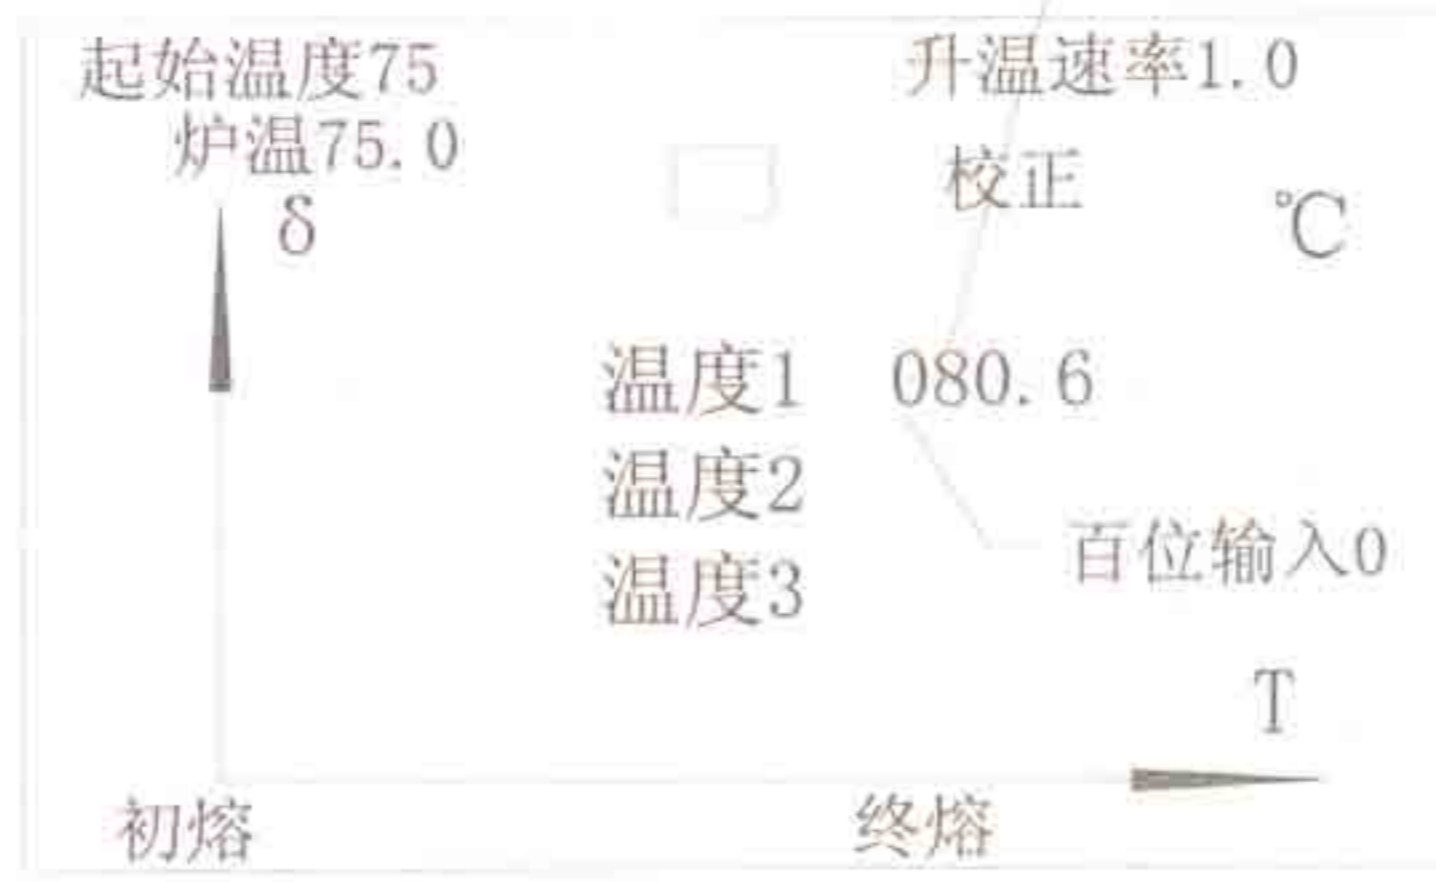

图 10
③ 1 点校正 (见图 10):
用户可根据自己的实际情况设定标准样品的终熔温度，输入完毕后按“←”键表示确认，仪器将自动清除温度输入界面而恢复到测量界面，然后按照前述测量药粉的方法，测量标准样品（注：输入了几个温度就必须测量几种标准样品、输入温度的顺序与测量样品的顺序无关、当标准样品的温度低于 100℃时应将百位输入为 0 如：80.6℃应输入为 080.6℃见图 10）；